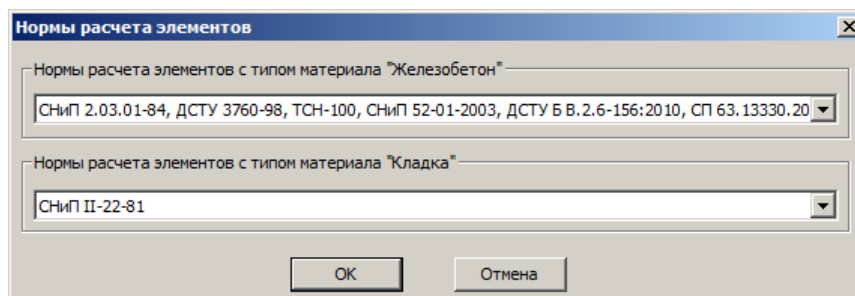

Рис.1.1.1. Окно диалога **Нормы расчета элементов**
- В окне диалога **Нормы расчета элементов** (рис. 1.1.1) все параметры оставьте по умолчанию и щелкните на кнопке **ОК**.